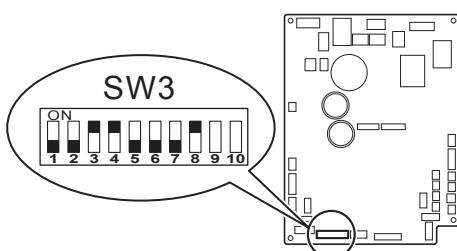

Fig. 6-2
6.2. Gömülüş iç ünitenin ayarlanması (yapılmalıdır) (Fig. 6-2)